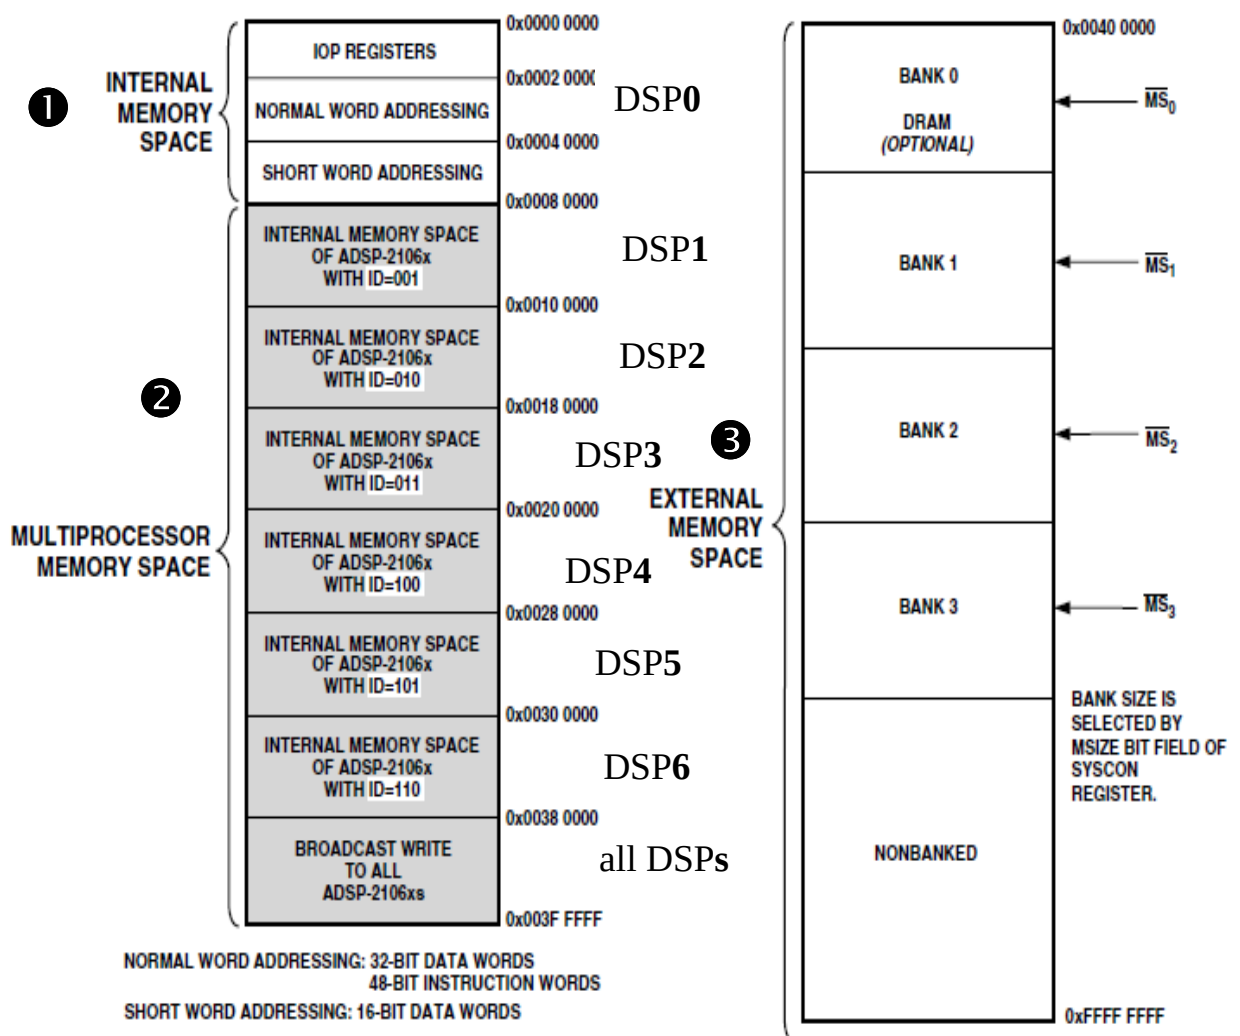

Figure IV.3. (page 34)
- la zone comprise entre les adresses **0x0038 0000** et **0x003F FFFF** (notée **all DSPs** sur la figure IV.3.) est une zone de « **broadcast** » : en écrivant dans cette zone, le DSP **maître** peut communiquer des informations à tous les autres DSP **esclaves** en même temps au lieu d'avoir à écrire ces informations dans chacun des DSP à tour de rôle, ce qui permet de gagner du temps pour des informations communes concernant **tous** les esclaves.